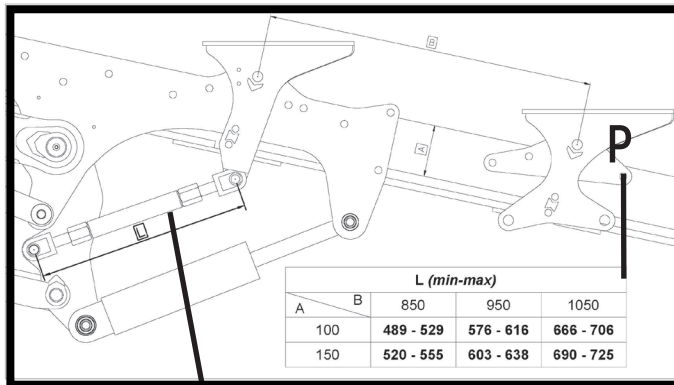

Fig. 1
(Fig.1) **ADVERTENCIA**
Si el arado no dispone de enganche oscilante hay que ajustar la deriva mediante el tensor T (Fig.1) hasta que coincida con la medida indicada en la calcomanía (P).